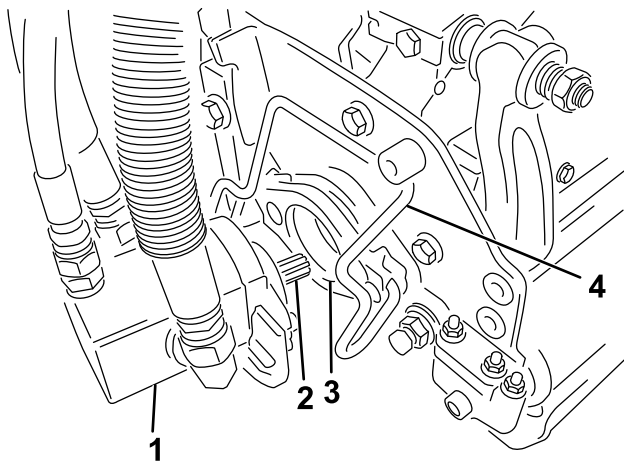

Figure 34
5. Enduisez de graisse propre l'arbre cannelé du moteur de plateau de coupe (Figure 34).
6. Insérez le moteur dans le côté gauche du plateau de coupe (vu de la position de l'utilisateur) et tirez la barre de retenue du moteur située sur le plateau de coupe vers le moteur jusqu'à ce qu'un déclic soit entendu des deux côtés du moteur (Figure 34).